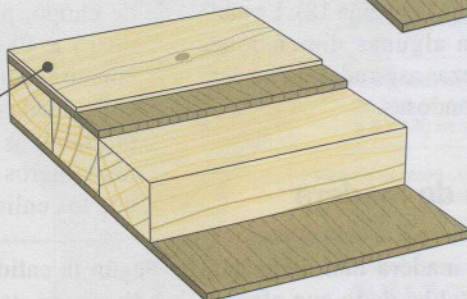

Figura 5. Los contrachapados
Como su nombre indica, los tableros contrachapados están compuestos por varias capas de chapado pegadas entre sí. El sentido del hilo se cruza en ángulo recto entre capas sucesivas, lo que produce como resultado la anulación de los movimientos de la madera y permite alcanzar una estabilidad en servicio extraordinaria. Las capas de chapado se obtienen por transformación de la madera en chapa o por tronzado en hojas finas (figura 5).
- tableros de *alma enlistonada* (figura 5), donde el alma está formada por listones de chopo, pino u okumé (grosor total de 15 a 40 mm); el tablero *laminado* constituye una variedad de los de alma enlistonada donde el alma está formada por láminas dispuestas sobre el canto; los tableros laminados son más caros que los enlistonados.